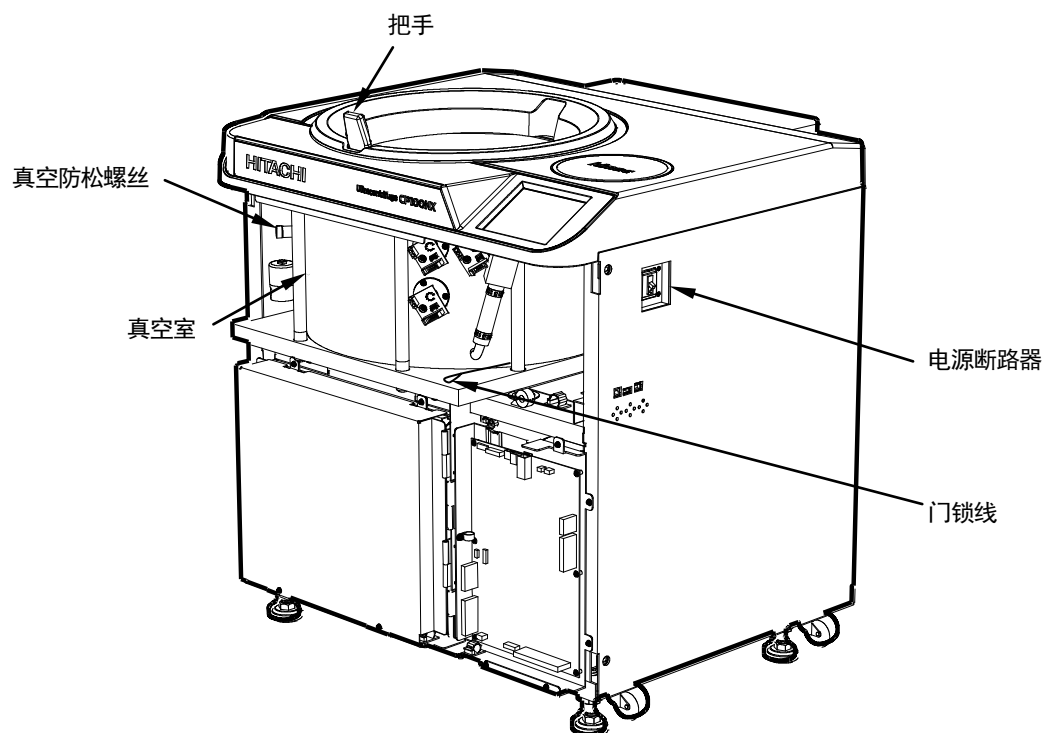

图3-5-2移开前盖的超速离心机
- (4) 打开通气孔（逆时针转动真空室左侧的真空防松螺钉），让空气进入转子室。转子室的压力达到大气压力时，不要忘记将真空防松螺丝拧紧回原位。（参见图3-5-2）
- (5) 拉出真空室右侧的门锁线，并在同一时间推动门把手。然后打开门盖。打开门盖时确认转子未在旋转。如果仍在旋转，立即关闭门盖。
- (6) 取出转子。搬移后，关闭通风口并将前盖放回超速离心机。按照取出步骤反向操作，将前盖的顶面插入顶板前侧的底面上，并将前盖的底面放在前盖的支撑板上。向框架推动前盖，使前盖和框架之间不留空隙。然后用4个M5六角头螺栓将前盖固定在框架上。